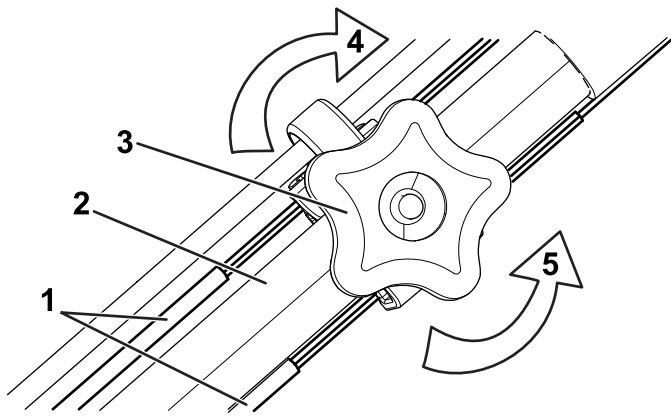

Рисунок 29
1. Поверните ручку регулировки против часовой стрелки, чтобы ослабить натяжку троса (Рисунок 29).
- Отрегулируйте натяжение тросов (Рисунок 29), потянув их назад или нажав на них вперед, затем удерживайте в этом положении, сохраняя одинаковую длину тросов.